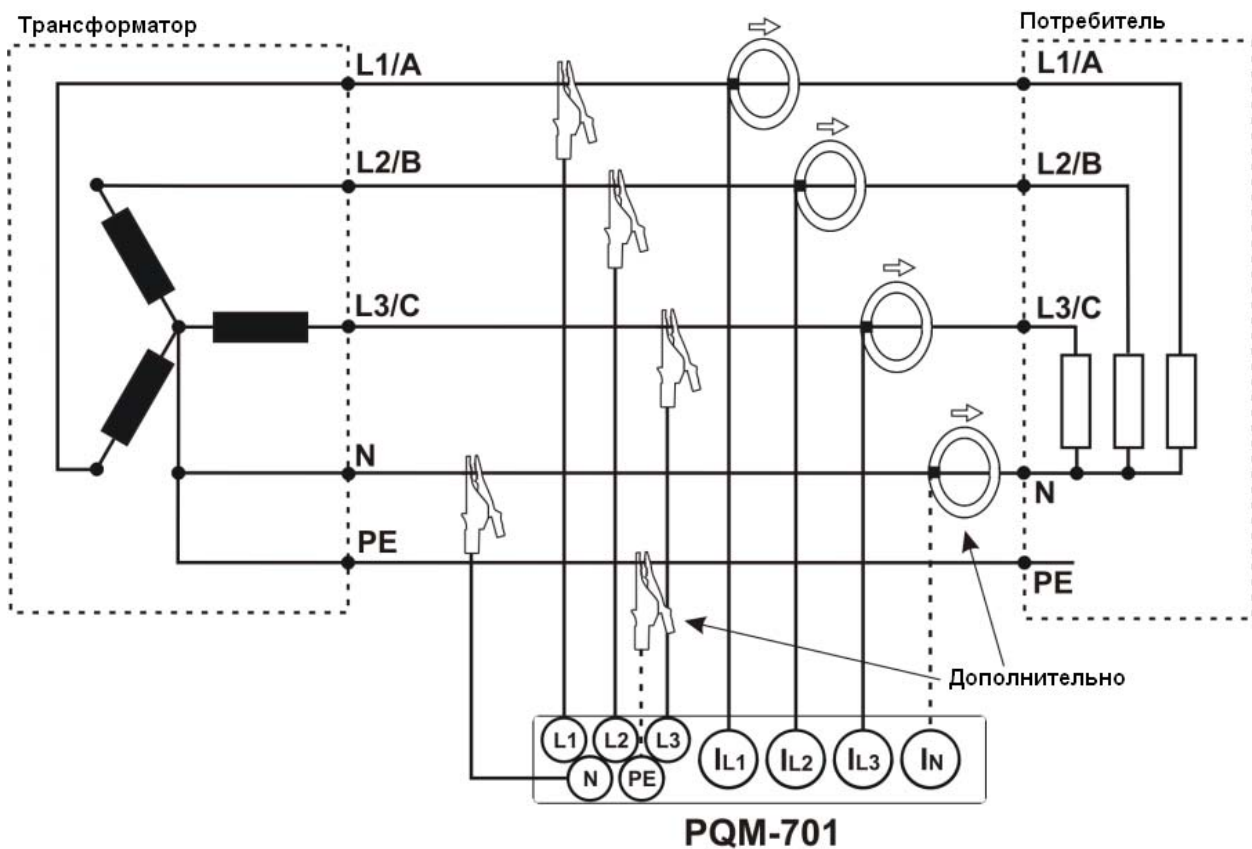

Рис. 4. Схема подключения – Трехфазная четырехпроводная ("звезда").
- Трёхфазная четырёхпроводная ("звезда") (Рис. 4),
Для правильного вычисления полной мощности  $S_e$  а также коэффициента мощности PF в трехфазной 4-проводной сети обязательно измерение тока в нейтральном проводнике. В таком случае необходимо всегда включать опцию Измерение в проводнике N и подключить 4 измерительных клещей так, как это показано на Рис. 4.